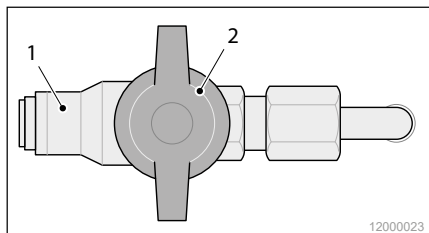

Abb. 24 Gasabsperventil (geschlossen)
- ▶ Stecken Sie den Anschluss des externen Gasgerätes an der Schnellkupplung (Abb. 24/1) ein. Die Schnellkupplung muss spürbar einrasten.
- ▶ Öffnen Sie das Gasabsperventil (Abb. 24/2).
- ▶ Schließen Sie das Gasabsperventil (Abb. 24/2).
- ▶ Schieben Sie den Entriegelungsring der Schnellkupplung (Abb. 24/1) nach hinten und ziehen Sie den Anschluss des externen Gasgerätes aus der Schnellkupplung heraus.